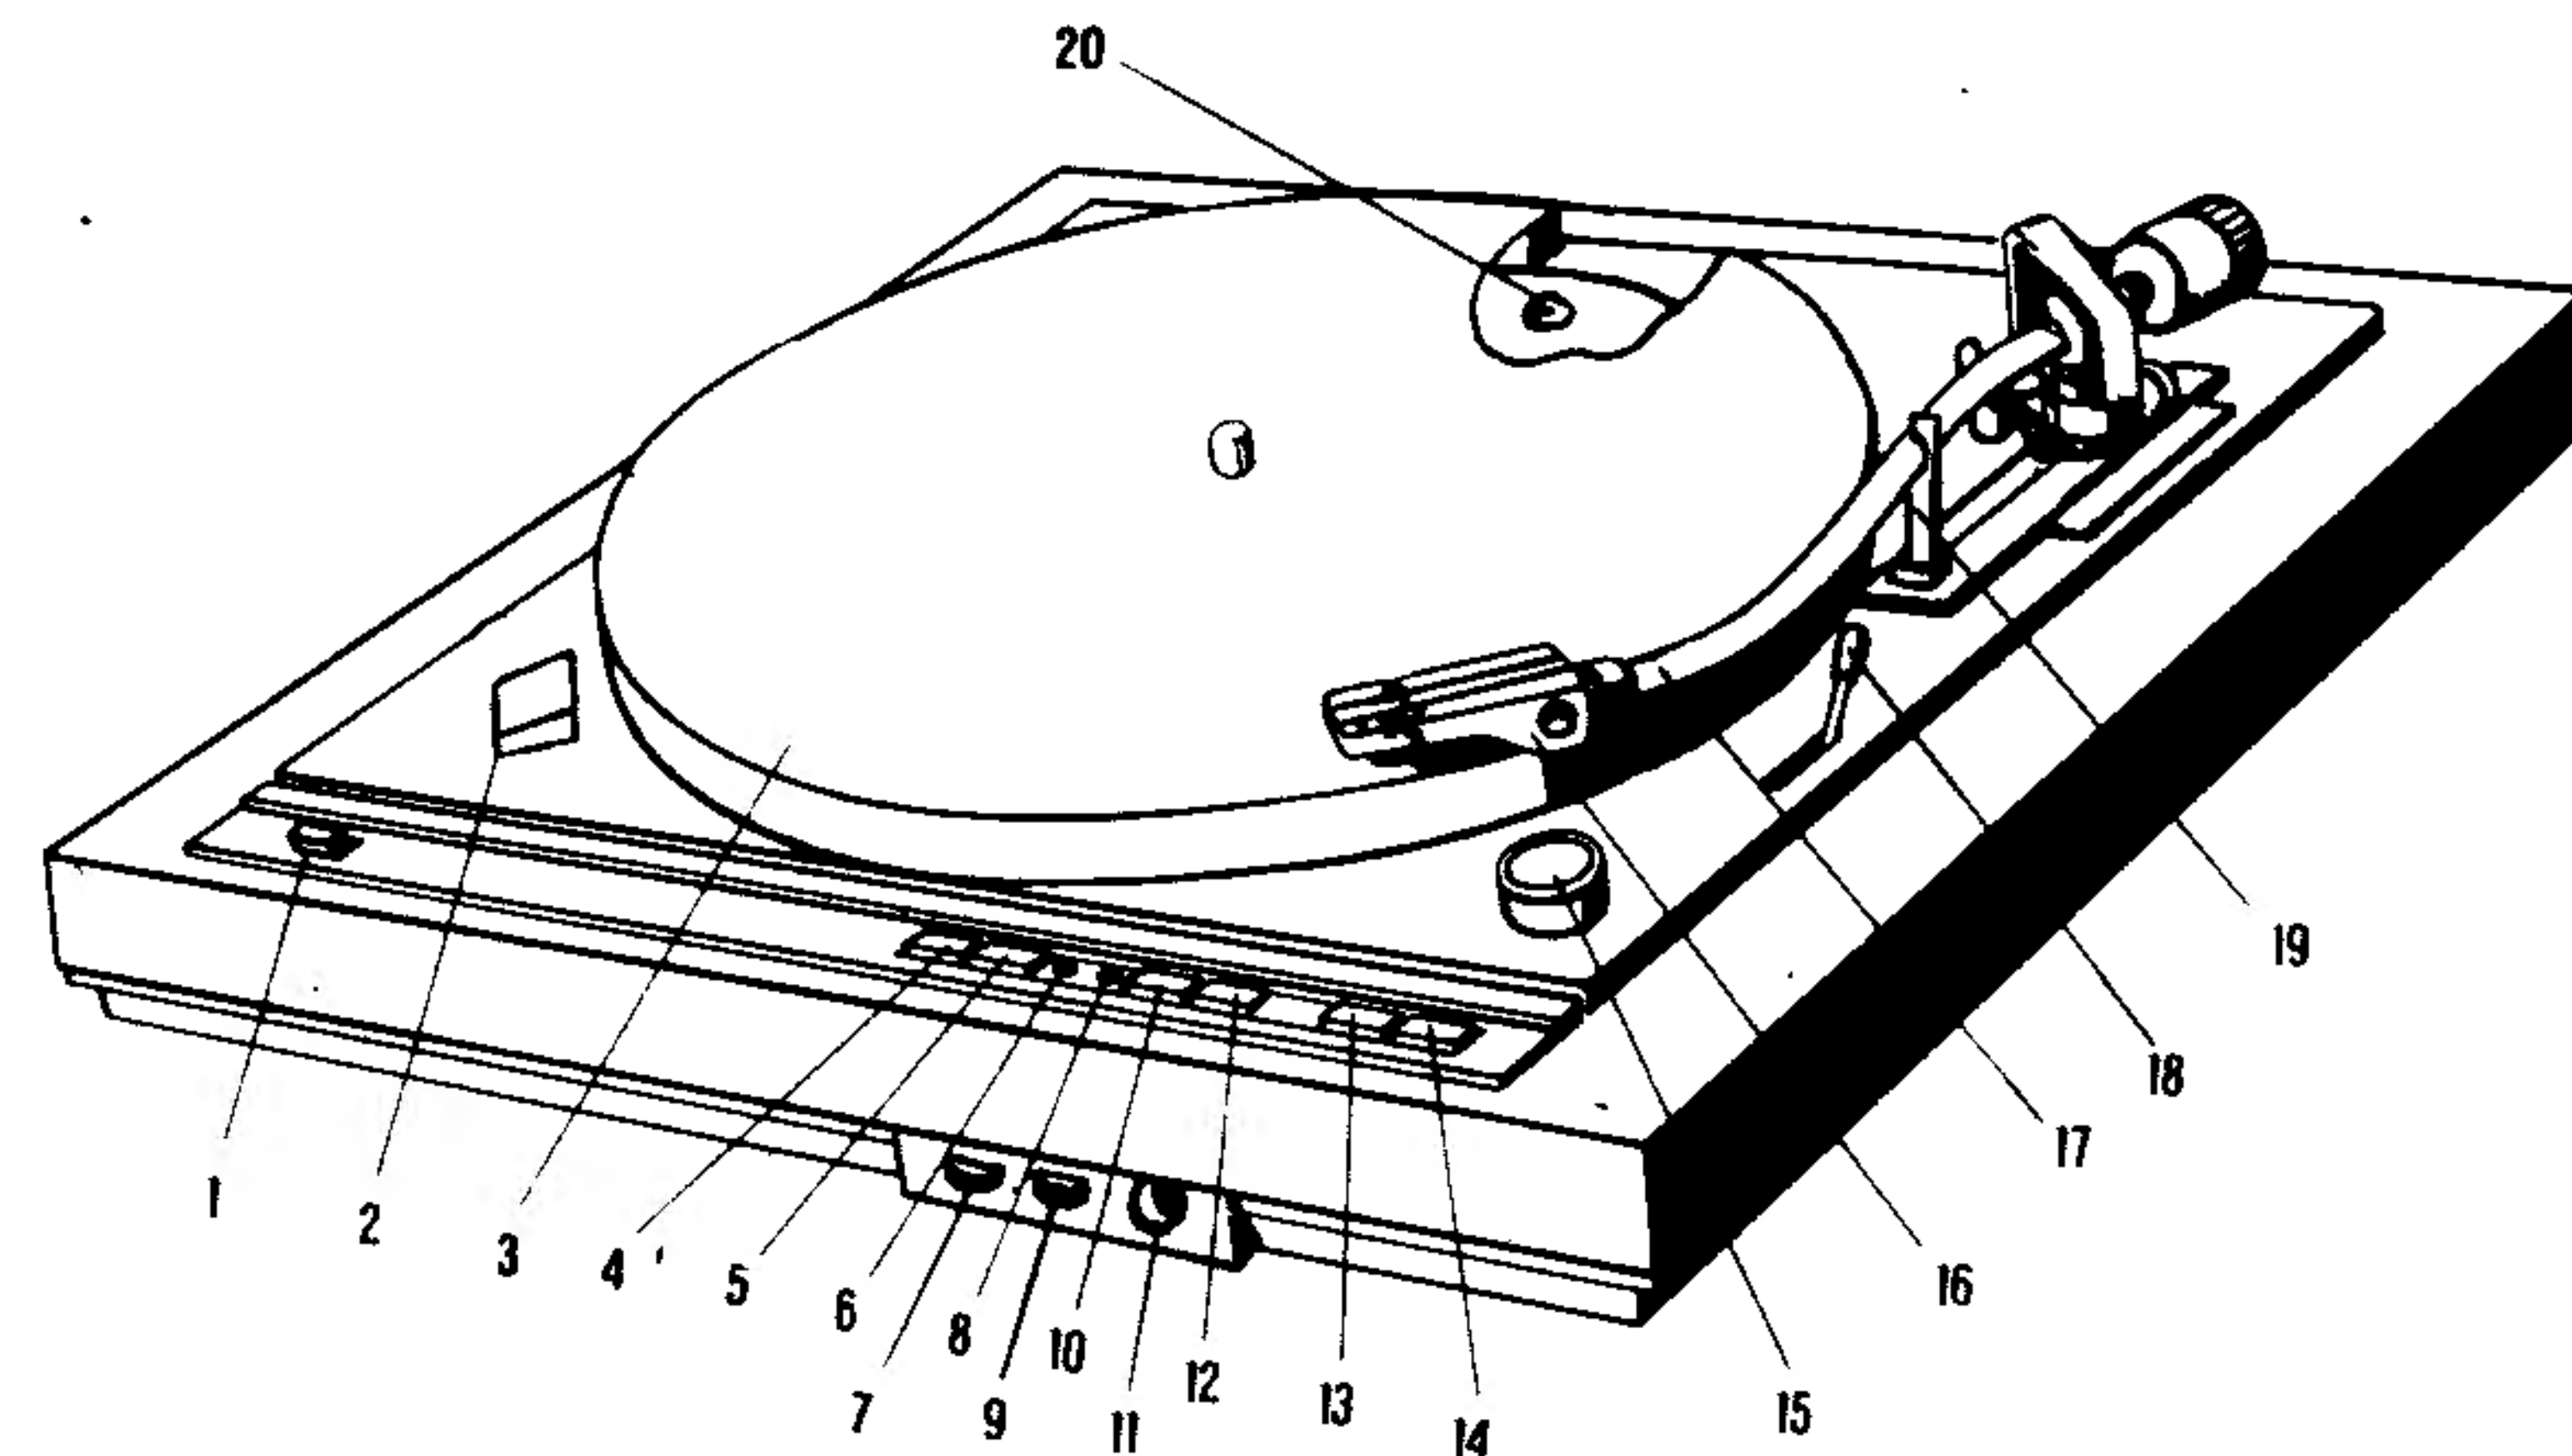
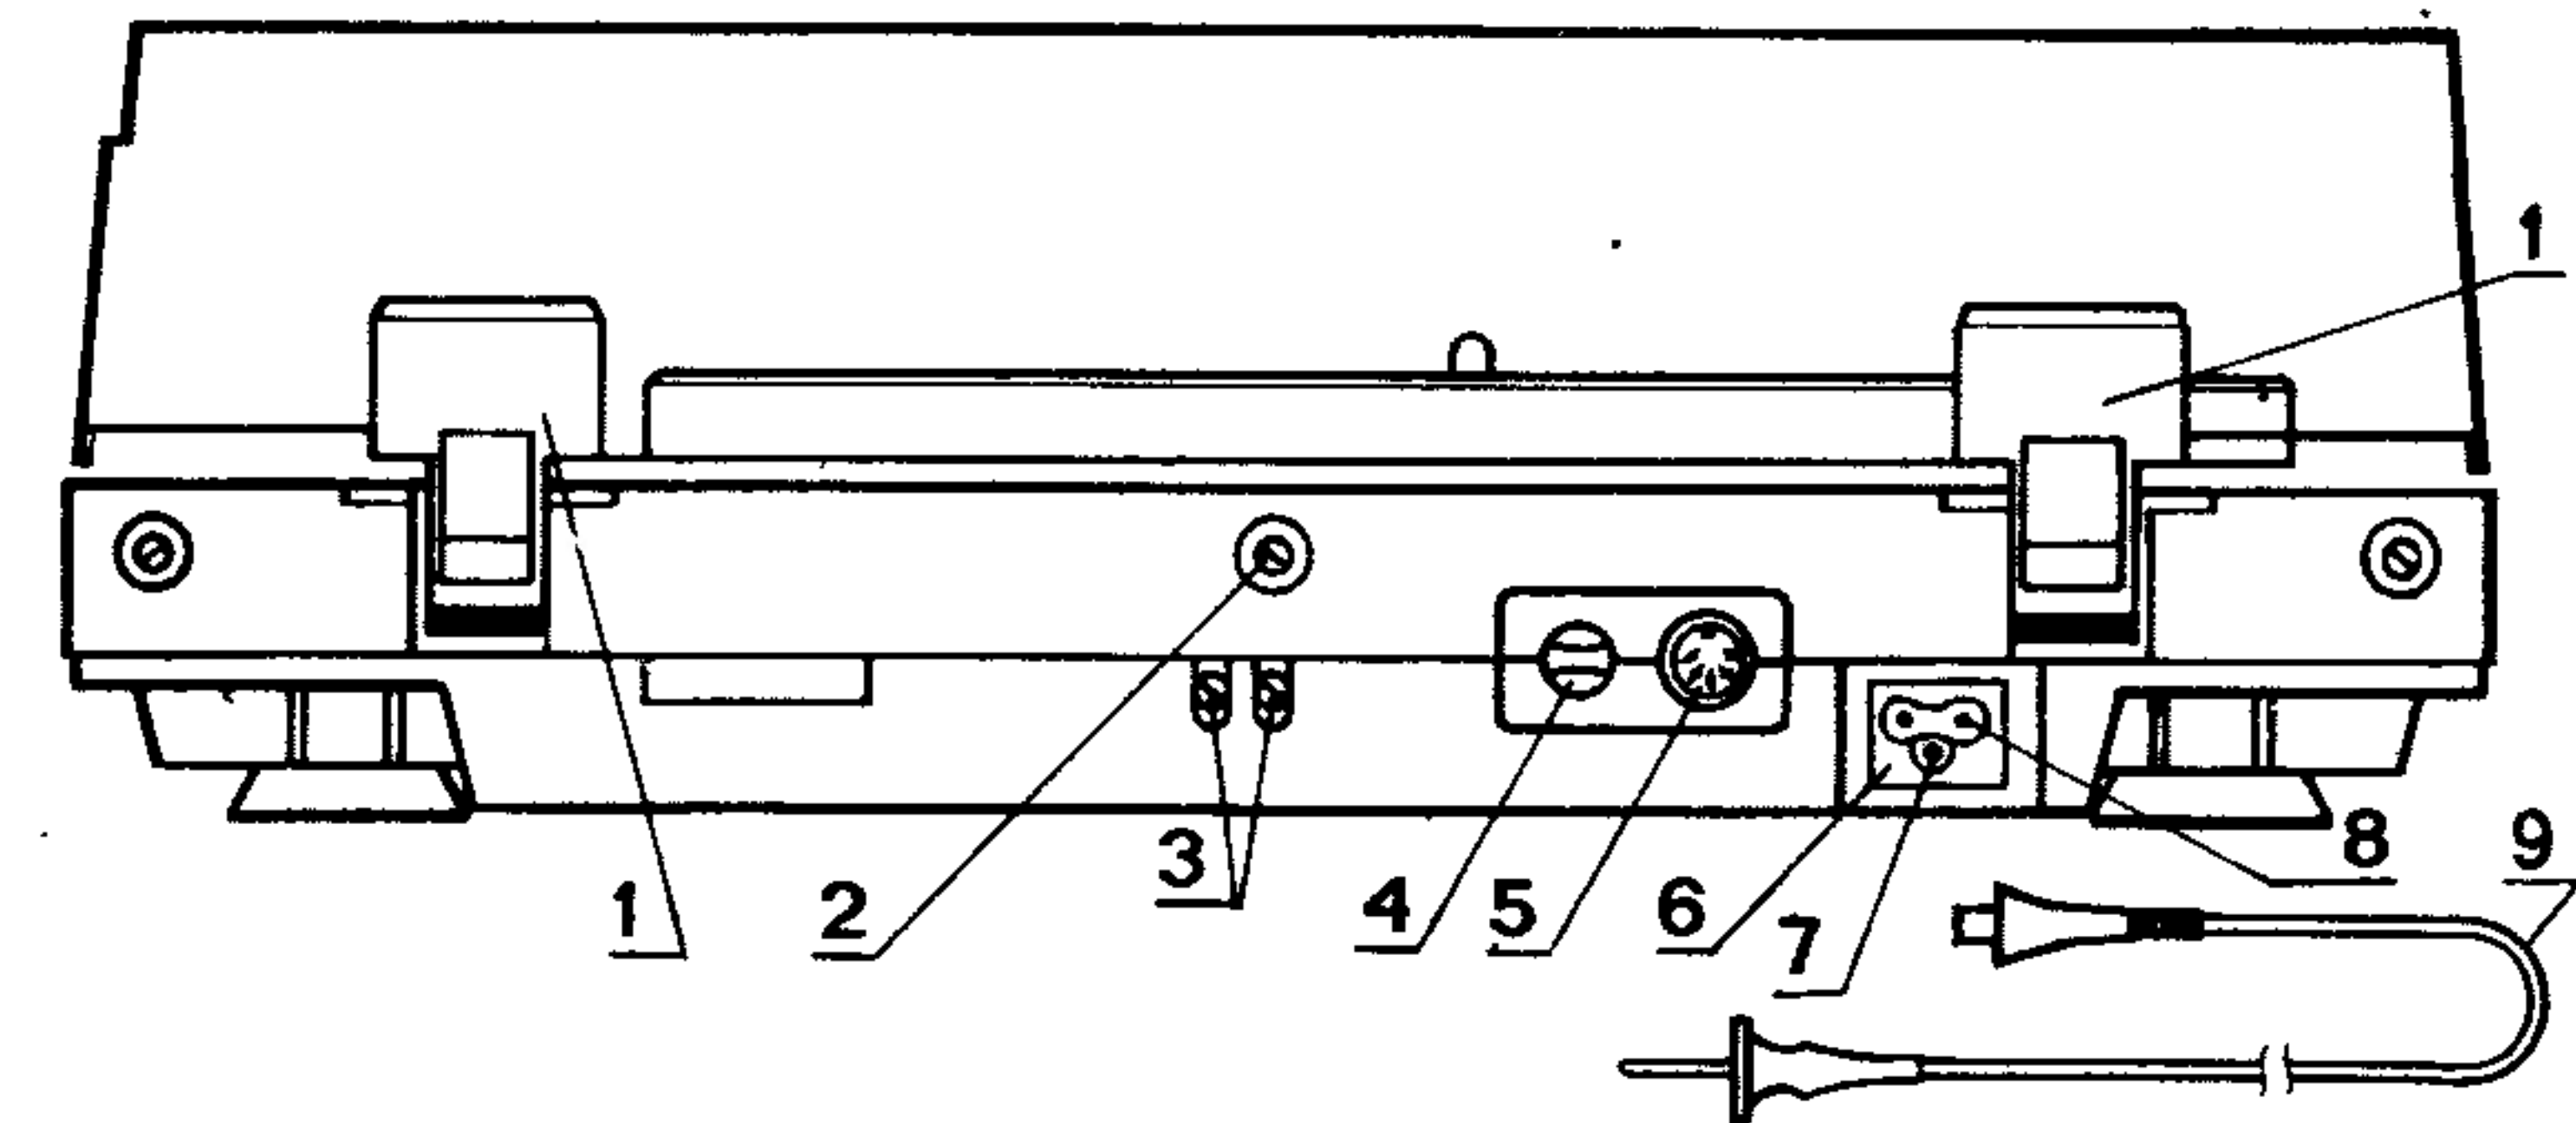
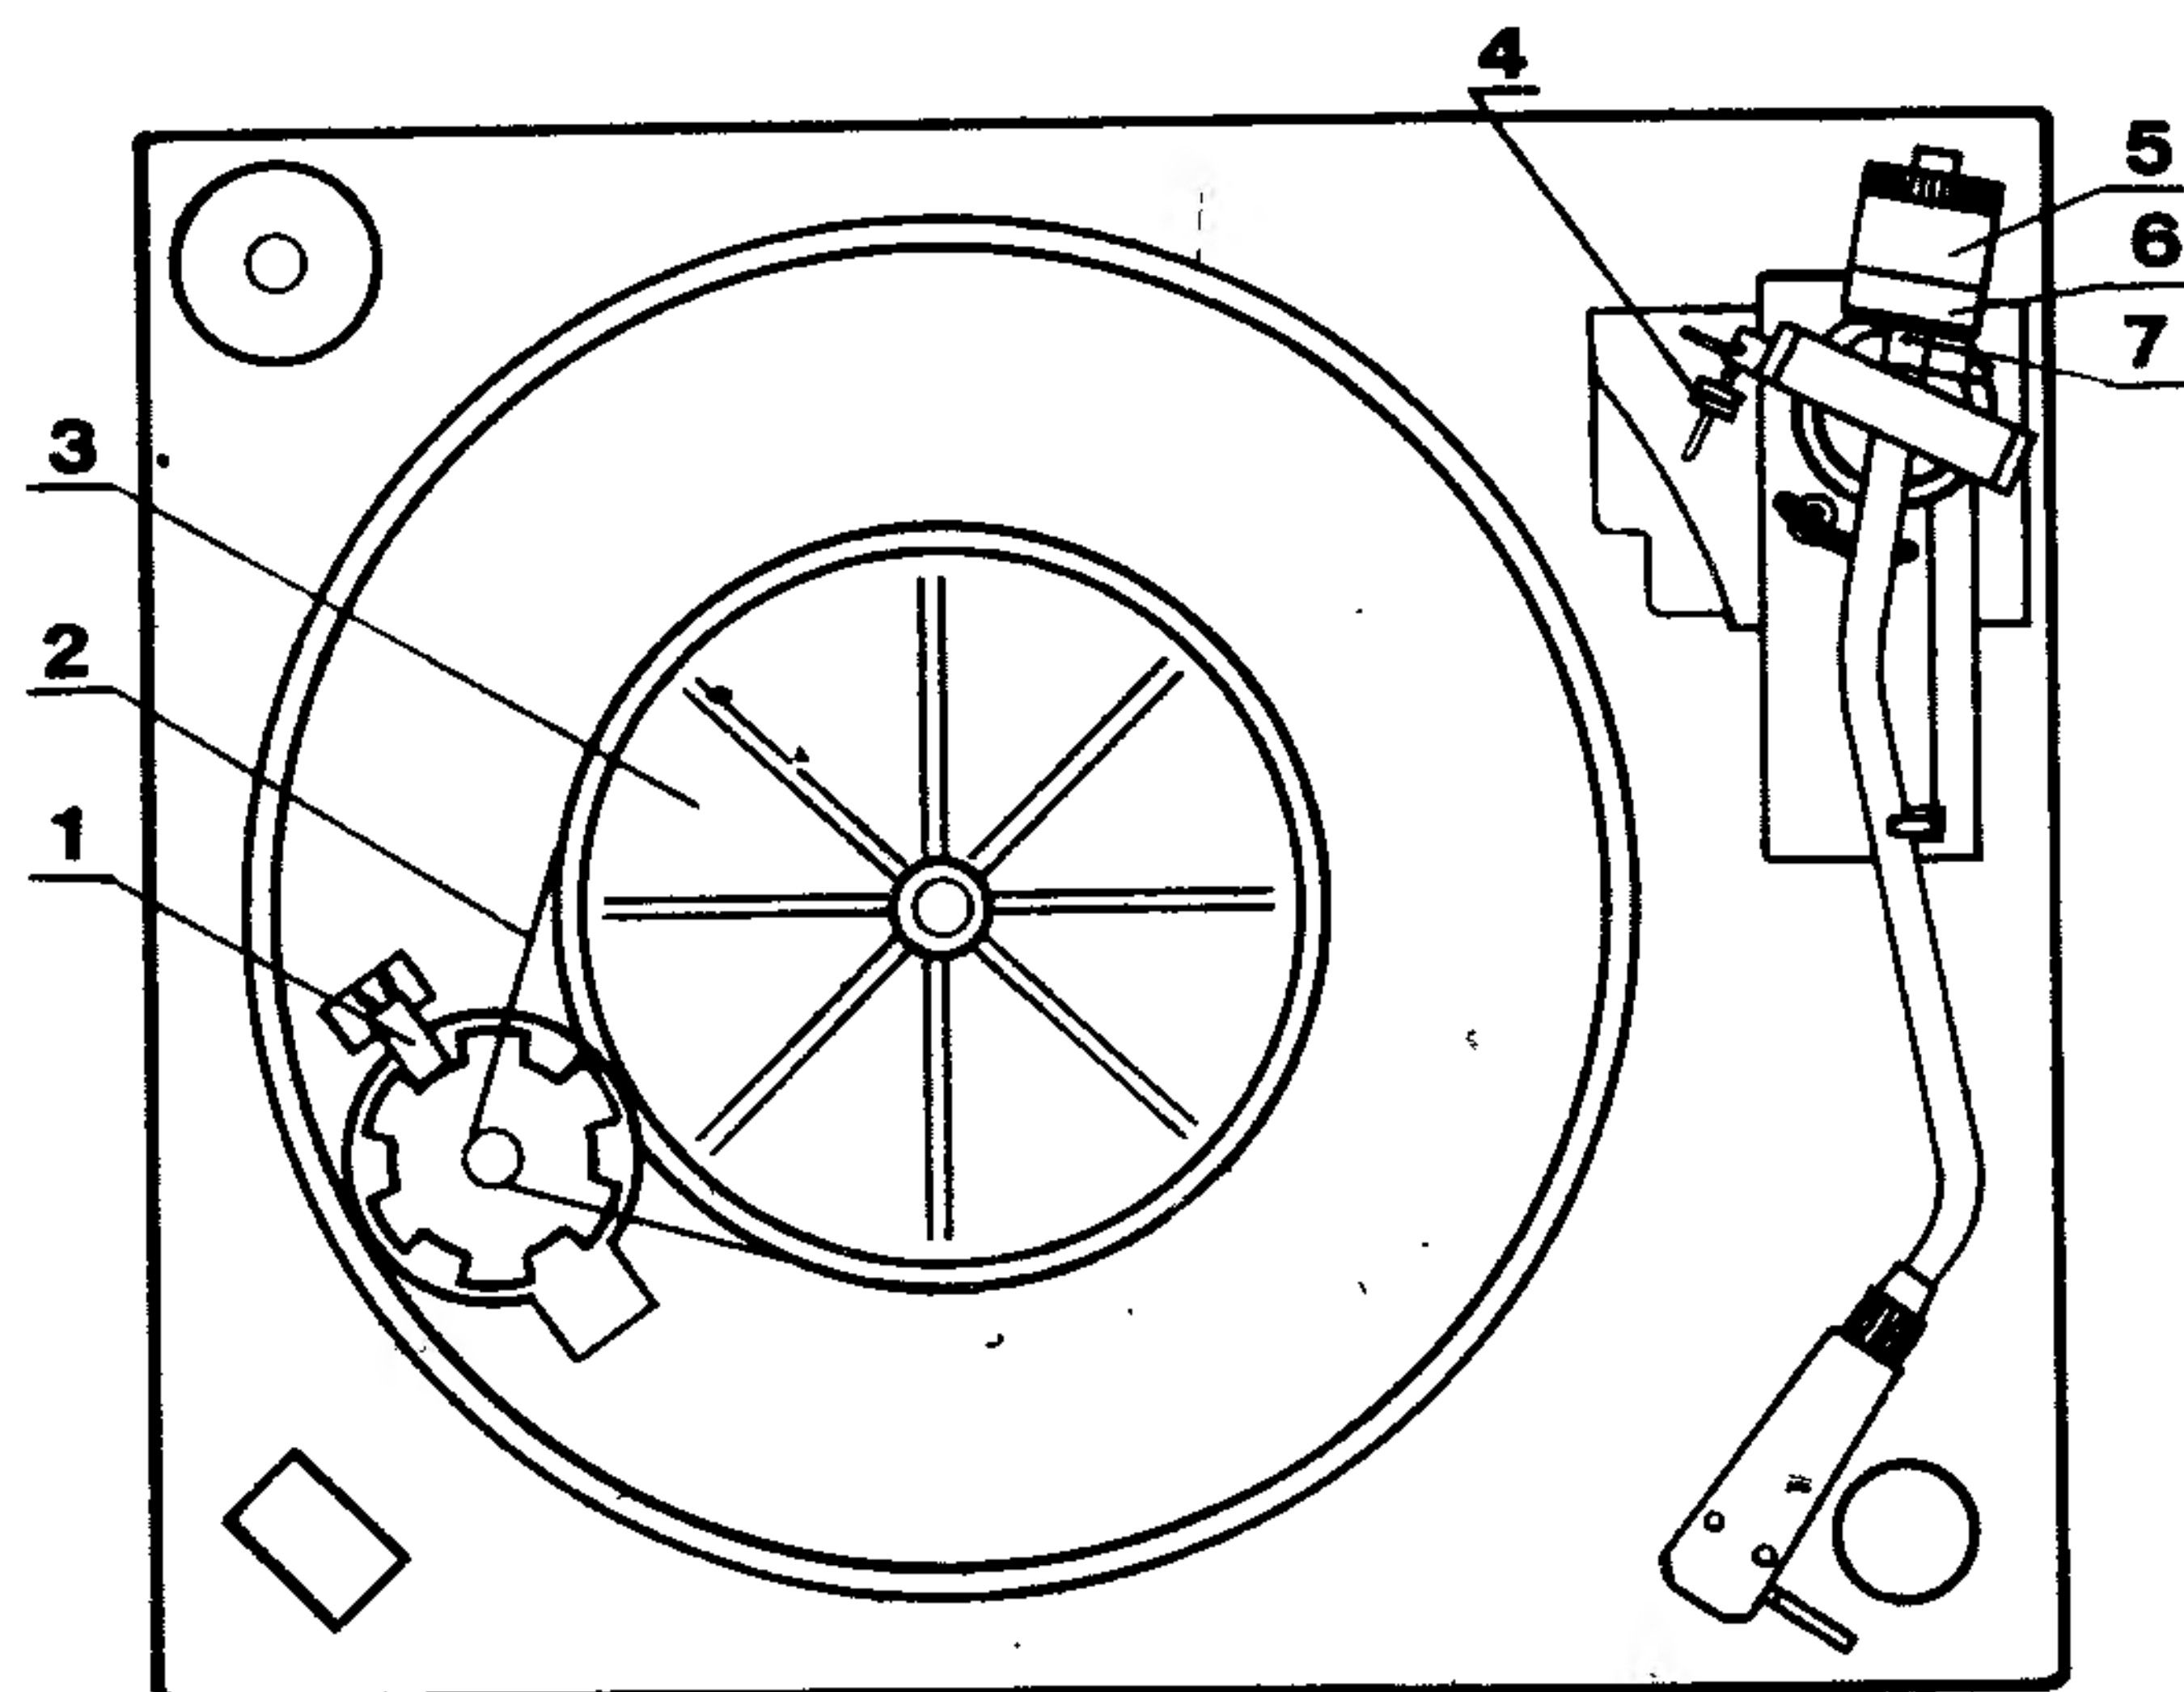
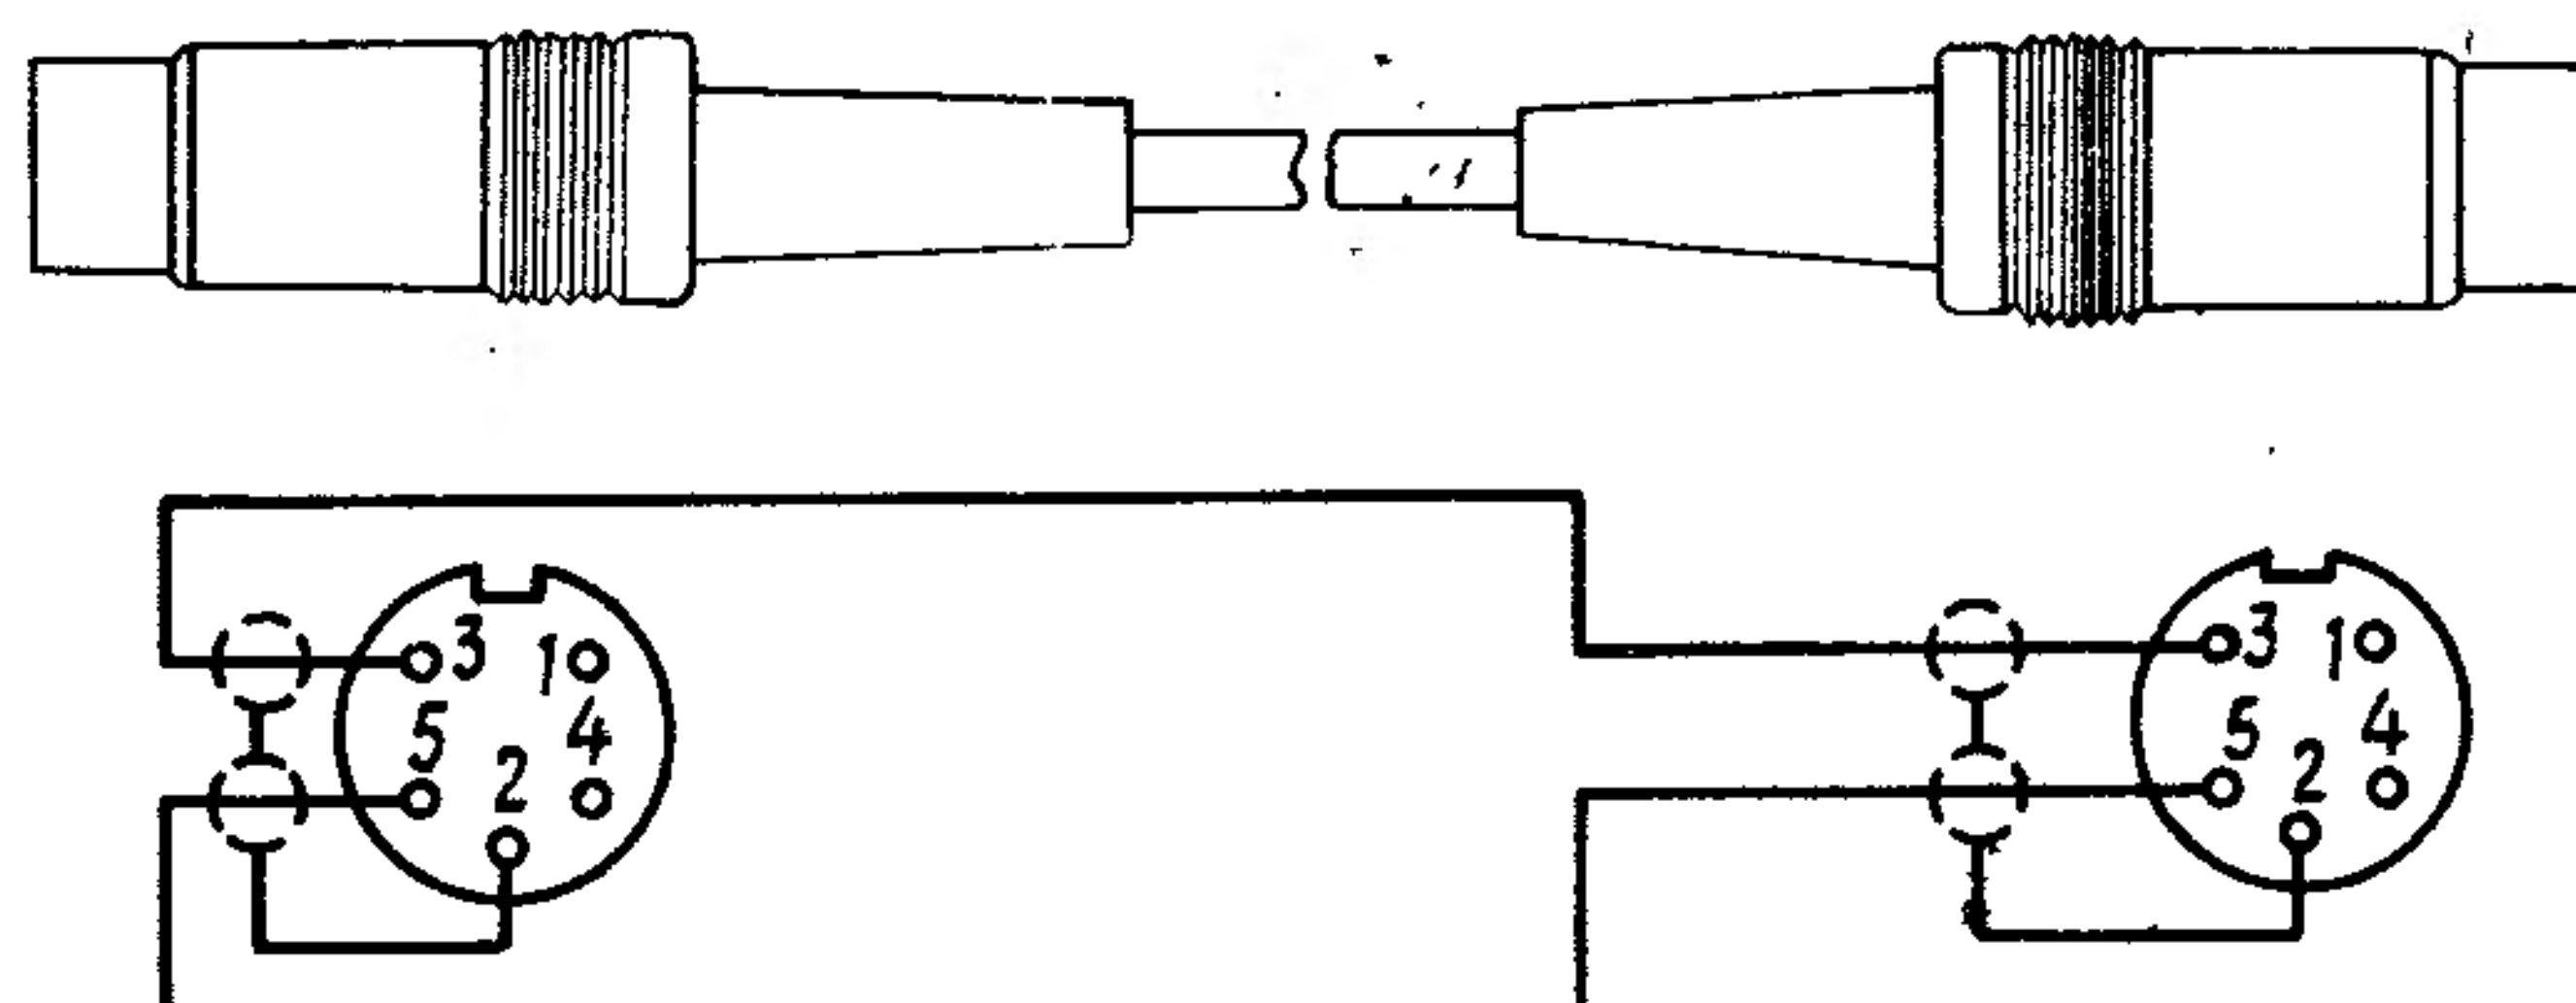

Рис. 1. Внешний вид электропроигрывателя "ВЕГА-ЭП-110-СТЕРЕО"
Рис. 2. Вид электропроигрывателя со стороны заднего обрамления
Рис. 3. ЭПУ со снятым диском
Рис. 4. Соединительный кабель и схема его распайки
ПРОВЕРЬТЕ сохранность пломб, расположенных на заднем обрамлении электропроигрывателя, на панели ЭПУ (см. поз. 20 рис. 1, поз. 2 рис. 2) и комплектность электропроигрывателя (ЭП).
Внешний вид, расположение и назначение элементов управления изделия "ВЕГА-ЭП-110-СТЕРЕО" показаны на рис. 1. Вид электропроигрывателя со стороны заднего обрамления - на рис. 2.
Установите диск ЭПУ (поз. 3 рис. 1) с резиновой накладкой на ось ведущего диска (поз. 3 рис. 3).
Вставьте крышку в пазы шарнирного устройства. Винтами (поз. 3 рис. 2) отрегулируйте при поднятой крышке ее устойчивое положение.
Не применяйте больших усилий при установке, снятии и повороте крышки в шарнирах. Придерживайте крышку при перемещении электропроигрывателя. Шнур питания (поз. 9 рис. 2) вставьте в сетевое гнездо
(поз. 8 рис. 2), а вилку шнура питания включите в розетку электросети. Подключите соединительный кабель (рис. 4) одним концом к розетке
(поз. 5 рис. 2) электропроигрывателя, другим концом - к розетке имеющегося у Вас звукоусиливающего устройства, рассчитанного на входной сигнал 500 мВ.
Если необходимо использовать выход непосредственно с головки звукоснимателя, минуя корректирующий усилитель электропроигрывателя, переставьте заглушку из розетки (поз. 4 рис. 2) в розетку (поз. 5 рис. 2) и соедините выход "5 мВ ⊕" электропроигрывателя с входом звукоусиливающей аппаратуры, имеющей корректирующий усилитель с чувствительностью 5 мВ. Подготовьте используемую звукоусиливающую аппаратуру к работе согласно прилагаемого к ней руководства по эксплуатации.
наверните противовес вращением по часовой стрелке на стержень (поз. 7 рис. 3) тонарма;
нажмите кнопку ПУСК; выведите тонаrm (поз. 17 рис. 1) из кронштейна (поз. 19 рис. 1) и переместите его в направлении оси диска; переместите рычаг (поз. 18 рис. 1) опускания тонарма к знаку  $\nabla$ ; вращая грузик (поз. 5 рис. 3) противовеса на стержне (поз. 7 рис. 3), приведите тонаrm к равновесию в вертикальной плоскости;
придерживая грузик (поз. 5 рис. 3) в отрегулированном положении, совместите "0" шкалы насадки (поз. 6 рис. 3) с меткой на корпусе стержня (поз. 7 рис. 3), сделайте полный оборот грузика противовеса с накладкой вправо к оси тонарма. Полученная величина нажима иглы на грампластинку равняется 2 г (20 мН) является номинальной для головок типа Мf -100. Если в звукоснимателе установлена головка типа Мf -101, то следует установить номинальную величину нажима иглы 1,5 г (15 мН). В этом случае грузик противовеса следует повернуть вправо к оси тонарма на 3/4 оборота от положения "0".
Величина силы антискейтинга зависит от нажима иглы на грампластинку и устанавливается передвижением грузика (поз. 4 рис. 3) по стержню (шкала проградуирована в г и нанесена на панели ЭПУ под рычагом антискейтинга). При силе нажима иглы на грампластинку 1 г, грузик (поз. 4 рис. 3) необходимо установить против деления 1, для 2 г -
При нажатии кнопки "33" должен включиться индикатор (поз. 8 рис. 1).
Наблюдая стробоскопические метки, нанесенные на диске ЭПУ (нижний ряд меток для частоты 33 об/мин, верхний — для 45 об/мин), ручкой подстройки частоты вращения (поз. 15 рис. 1) добейтесь, чтобы метки казались неподвижными или незначительно перемещались.
2) отдельные детали и узлы электропроигрывающего устройства типа Г-602 в процессе эксплуатации необходимо периодически смазывать. Смазке подлежат после 200-500 часов эксплуатации ось ведущего диска (поз. 3 рис. 3) и её упорный подшипниковый узел. Перед смазкой необходимо удалить старую смазку при помощи ткани, смоченной в бензине.
Не допускается попадание бензина на изделия из резины и смазки на резиновый пассик (поз. 2 рис. 3), дорожку насадки и дорожку ведущего диска;
Нет контакта в патроне лампочки (поз. I рис. 3). Перегорела лампочка (поз. I рис. 3).	Вдвинуть лампочку в патрон до появления контакта.  С помощью иглы, булавки и т.п. через отверстие в патроне вытолкнуть лампочку наружу (см. рис. 6в) и заменить ее новой (24 В/50 МА) из комплекта поставки.